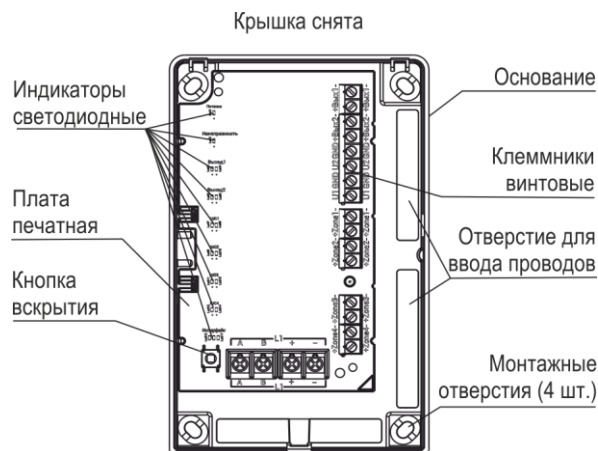

Рисунок 2
**4.1** БПА выполнен в виде блока, состоящего из основания и съемной крышки. Внутри блока смонтирована печатная плата с радиоэлементами (рисунок 2).